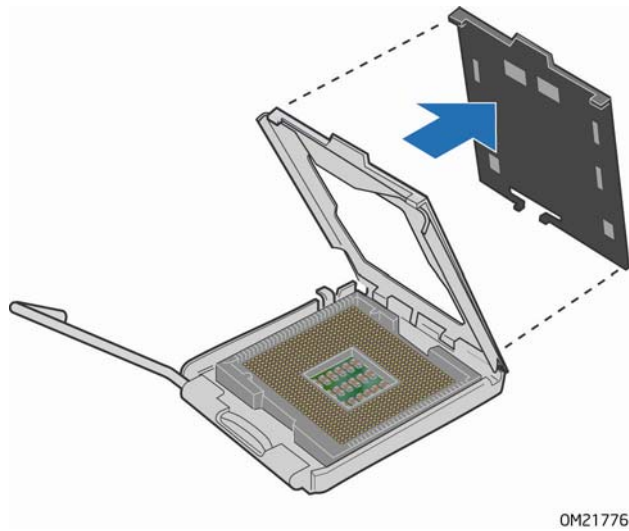

图 8. 拆卸插槽保护罩
4. 从压板上取下插槽的塑料保护罩（图 8）。请勿将插槽保护罩丢弃。每当从插槽中拆除处理器后，总要把插槽保护罩重新盖好。